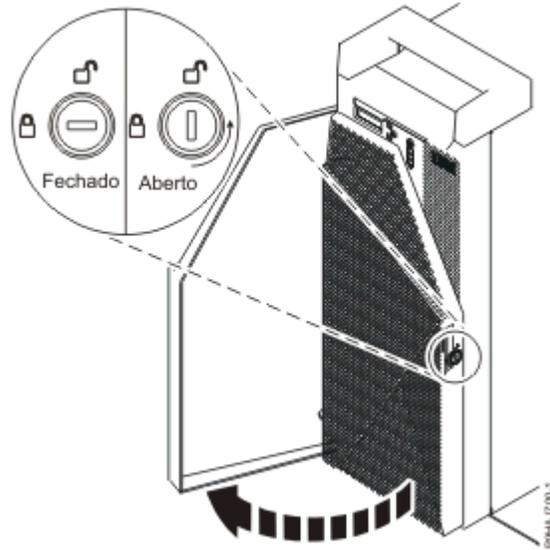

Figura 6. Desbloquear a porta anterior
- a) Insira a chave da porta anterior na fechadura conforme apresentado em Figura 6 na página 8. Rode a chave para a esquerda (em sentido contrário ao dos ponteiros do relógio) para destrancar a porta. Horizontal é bloqueado; vertical é desbloqueado. Abra a porta anterior.